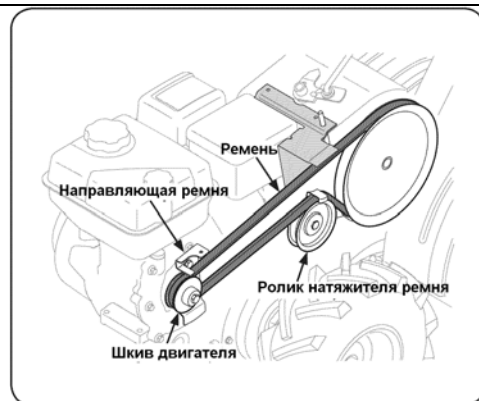

Рис.28
3. Отсоедините направляющую ремня, расположенную над шкивом двигателя, отвернув два шестигранных болта с шайбами. См. Рис. 28.